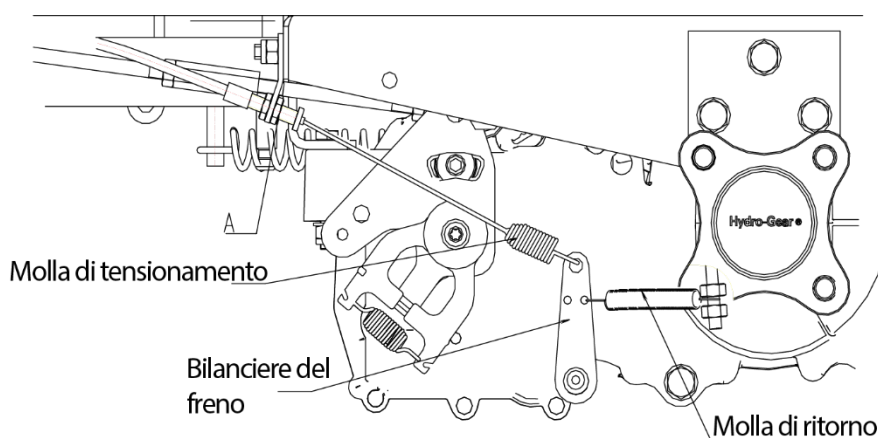

FIG 9 Regolazione del freno
- (Vedi FIG 9) Poiché la forza della molla è calcolata bene, non è necessario questo modo di utilizzare il freno di stazionamento regolare sostanzialmente. Se è necessaria una regolazione fine, allentare il dado per regolare nel punto A.